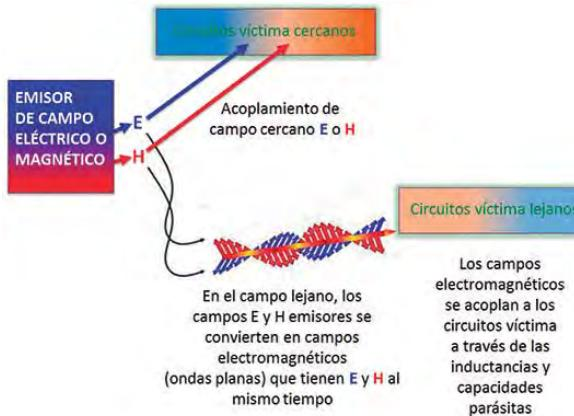

Figura 7: Ejemplo de acoplamiento de campo electromagnético
- Acoplamiento electromagnético o por radiación (figura 7).
El acoplamiento electromagnético es el último de los acoplamientos por campo y no es más que un acoplamiento conjunto de campo E y de campo H. La figura 7 muestra que en el campo lejano, los campos E y H cercanos de la fuente se han convertido en ondas planas y tienen componentes de campo E y H que se propagan al mismo tiempo. Así que cuando estas ondas planas llegan a un circuito víctima, se acoplan con su inductancia y su capacidad parásita al mismo tiempo. Así que no importa si la fuente emite un campo E o H o los dos a la vez a una frecuencia dada, si la amplitud de la onda electromagnético de campo lejano